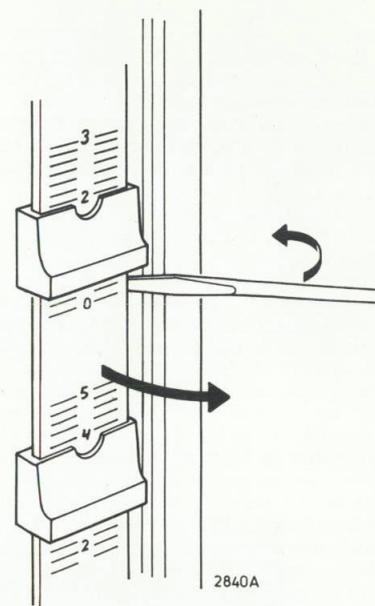

Fig. 4
REPARATIEAANWIJZINGEN (fig. 4, 5, 6, 7, 40 en 41)
- Vervangen van indicatiestrips met schijfknoppen (fig. 4 en 5)